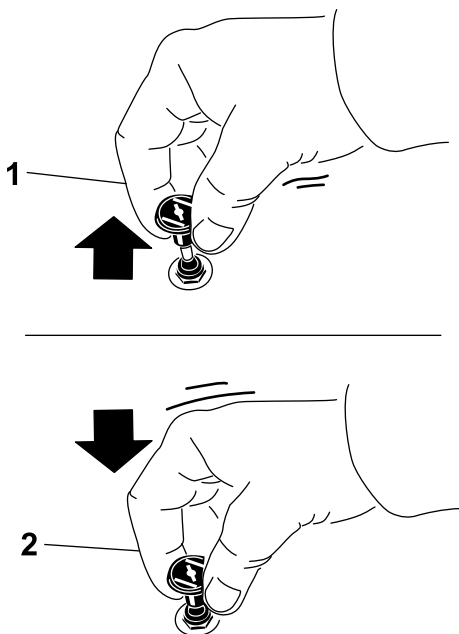

Figura 30
1. Trageți în sus butonul de oc pentru a cupla ocul, înainte de a utiliza comutatorul de contact (Figura 30).
2. Împingeți în jos butonul de oc pentru a decupla ocul după pornirea motorului (Figura 30).